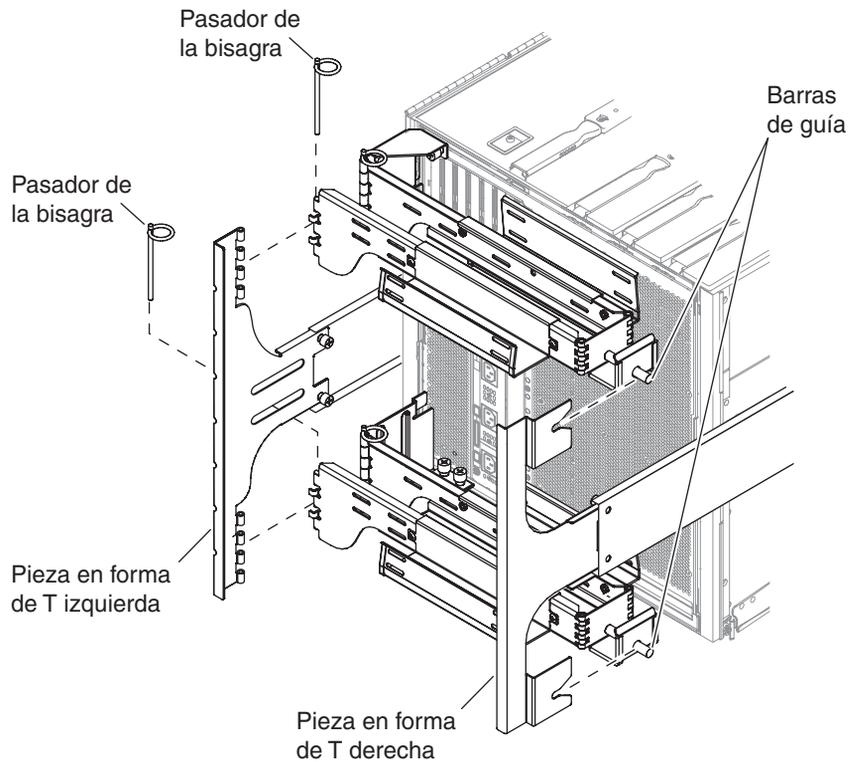

FIGURA 1-25 Montaje de las abrazaderas CMA superior e inferior en la pieza en forma de T
8. Fije la abrazadera CMA superior a la pieza en forma de T izquierda introduciendo el pasador en la bisagra (FIGURA 1-25).
9. Fije la abrazadera CMA inferior a la pieza en forma de T izquierda introduciendo el pasador en la bisagra (FIGURA 1-25).